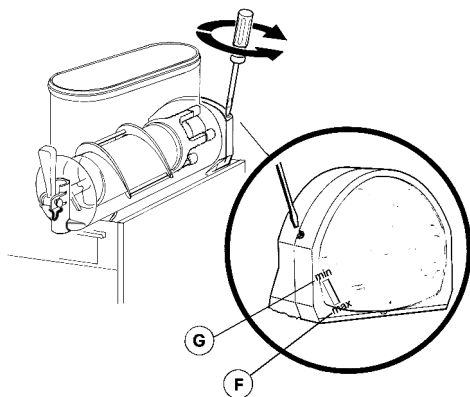

figura 4
- 4 Mettere l'interruttore generale in posizione I. Selezionare, per ogni contenitore, tramite i tasti (C) e (D) la modalità di funzionamento desiderata:
- Tasto (C) se si desidera raffreddare il prodotto senza ghiacciarlo
- Tasto (D) se si desidera ottenere granita.
- 1 **Regolazione della densità:** la densità ottimale della granita è stata regolata in fabbrica. Volendo variare tale densità girare con un cacciavite l'apposita vite di regolazione alloggiata in ciascuna delle pareti posteriori del distributore (vedere figura 4):